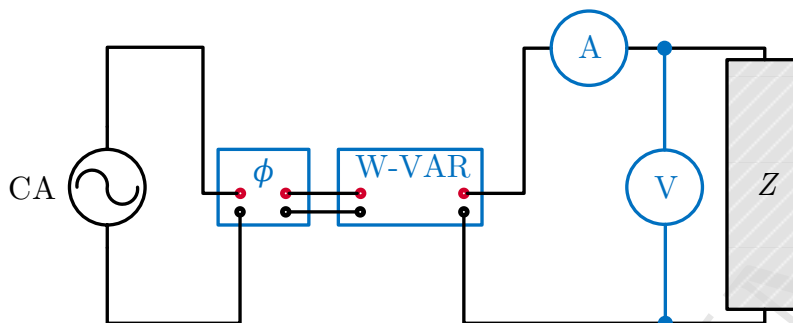

Figura 3: Circuito con carga desconocida para corrección del FP.
6. Armar el circuito mostrado en la Figura 3. La impedancia  $Z$  es de un valor desconocido.